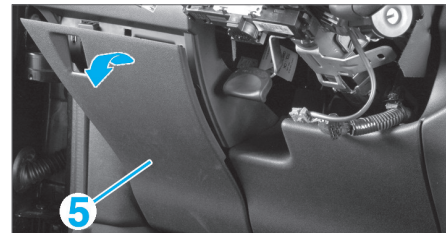

FIG. 7
- la garniture (5) d'accès aux fusibles habitacle (Fig.7)